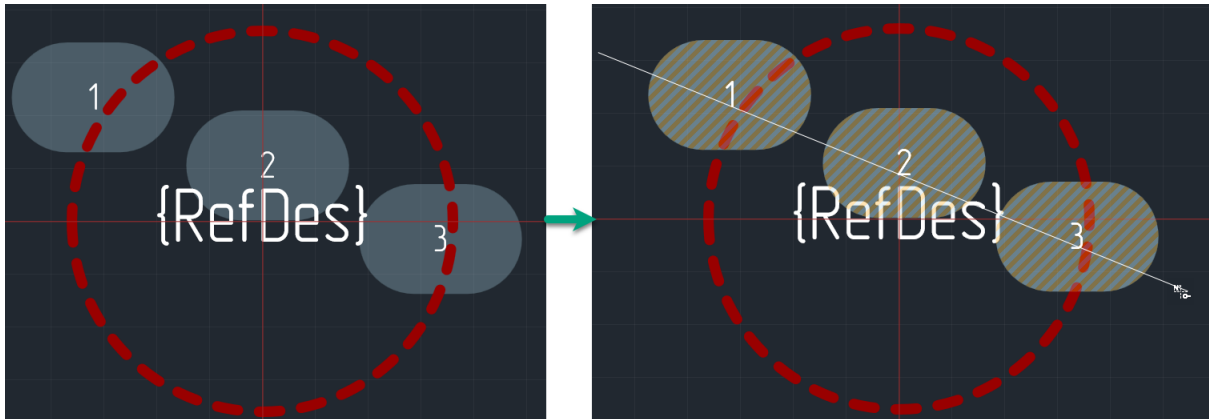

Рис. 141 Линия перенумерации
2. Переместите курсор в рабочую область и задайте линию перенумерации: для этого в выбранной точке нажмите левую кнопку мыши и переместите курсор в другую точку, между ними отобразится линия, см. Рис. 141.